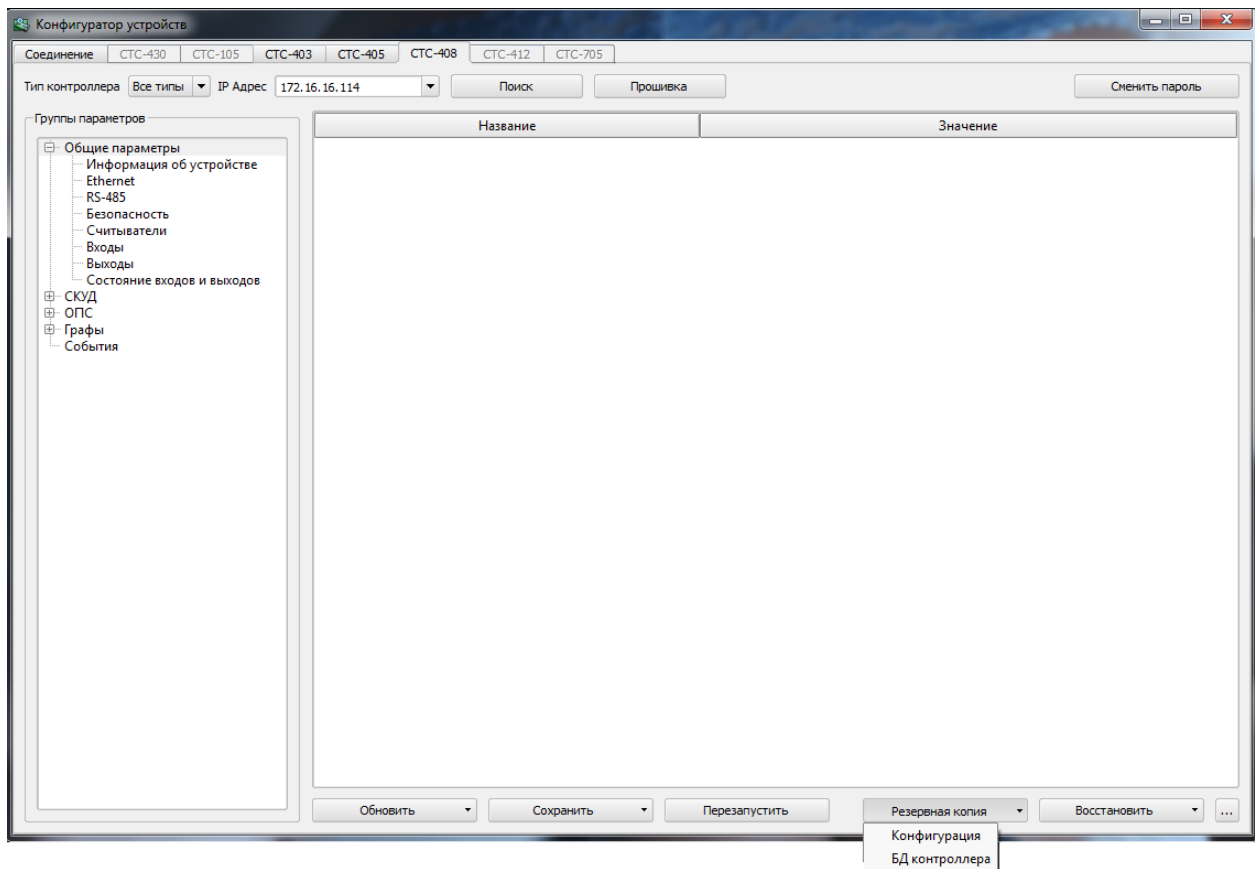

Рисунок 14
– «Резервная копия» – позволяет сохранить редактируемую конфигурацию или базу данных контроллера (все параметры и графы) в виде отдельного файла в указываемом пользователем месте на жестком диске (рисунок 14);